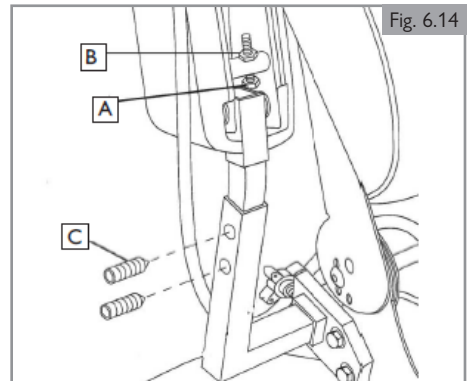
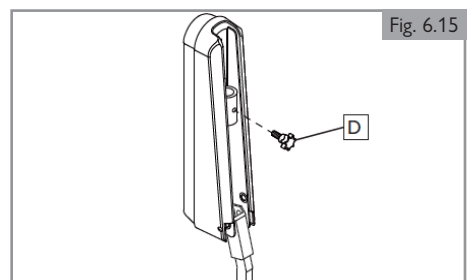

Fig. 6.14
Fig. 6.15
1. Levante el reposabrazos para que quede perpendicular al suelo. Suba o baje el reposabrazos a la altura deseada. (Fig. 6.14).
2. Afloje la tuerca de bloqueo (A).
3. Gire el tornillo de ajuste (B) para subir o bajar la parte delantera del reposabrazos.
4. Apriete la tuerca de bloqueo (A) para fijar el tornillo de ajuste en su sitio.
5. Asegúrese de que la palometa del reposabrazos (D) esté apretada manualmente al terminar. (Fig. 6.15).